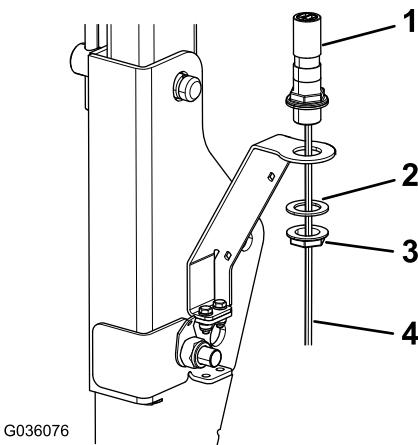

Figura 10
1. Instale o apoio do sinal luminoso no suporte do sinal luminoso (Figura 10).